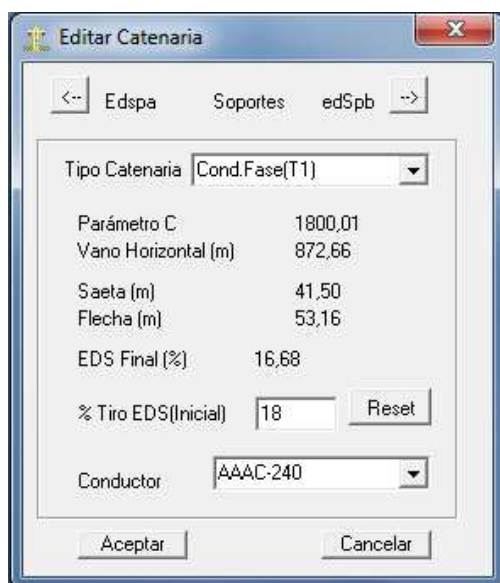

Fig. 54
- b) Con la función activada, hacer clic con el botón izquierdo del ratón, sobre la catenaria que se desea editar. Aparecerá la ventana que se muestra en la Fig. 54.